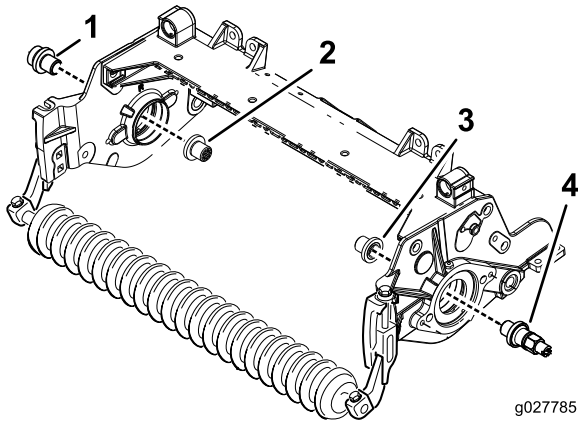

Figura 6
12. Usando la herramienta para el eje de transmisión del molinete, retire los insertos acanalados de ambos extremos del eje del molinete, y deséchelos (Figura 6). Utilice la herramienta para el eje de transmisión del molinete, N° Pieza TOR4112, en los modelos 03401 y 03402, y la herramienta del eje de transmisión del molinete, N° Pieza TOR4074, en los modelos 03403 y 03404. Limpie toda la grasa del taladro roscado donde estaba el inserto acanalado.
13. Instale el inserto acanalado hembra nuevo (más largo) en el lado del motor del eje del molinete (Figura 6). Aplique Loctite azul a las roscas, y apriete a 115,5–129 N-m.
14. Instale el inserto del eje de transmisión (Figura 6). Aplique Loctite azul a las roscas, y apriete a 115,5–129 N-m.